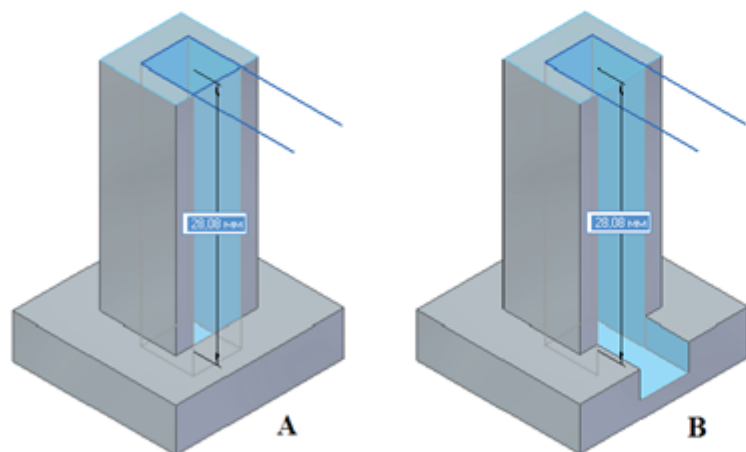

Рис. 2.8. Построение детали с замкнутым (А) и открытым (В) эскизами
**Ф.** Указывает, надо ли **замыкать** эскиз в том случае, если он не замкнут. Этот параметр позволяет в некоторых случаях управлять усечением соседних граней при построении выреза. Пример приведен на рис. 2.8. При построении детали **А** эскиз – **замкнутый**  и соседние грани модели включаются в эскиз. Деталь **В** строится с **открытым** эскизом , соседние грани модели игнорируются, и усечению подвергаются дополнительные грани.